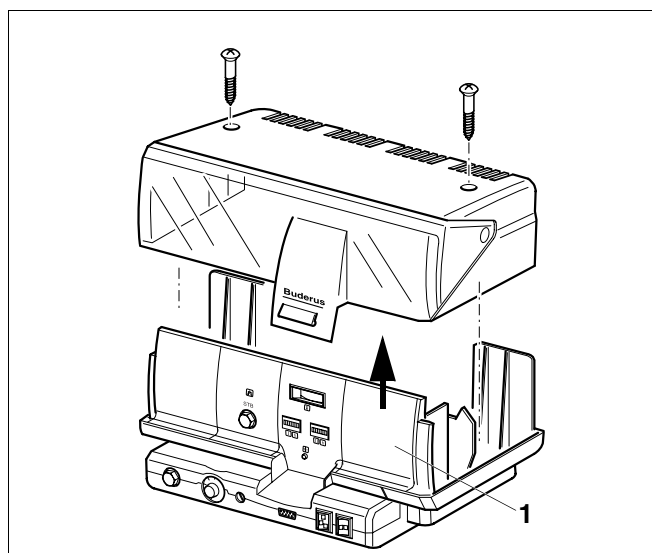

Fig. 2 Apparecchio di regolazione con copertura sollevata
- Svitare le due viti sul lato superiore dell'apparecchio e sollevare la copertura dell'apparecchio (fig. 2).
- Rimuovere la piastra cieca (fig. 2, **pos. 1**).